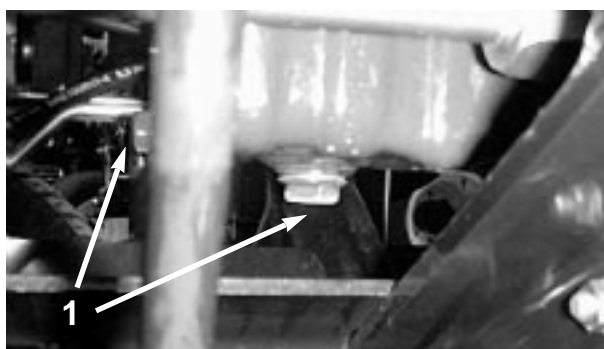

図 47
1. ドレンプラグ（図47）を取り、ドレンパンに廃油を受け、完全に抜けたらプラグを元通りに取り付ける